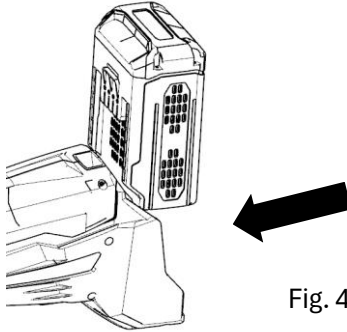

Fig. 4
1. Insérez la batterie dans la prise jusqu'à ce que vous entendiez un « clic » clair (Fig. 4).